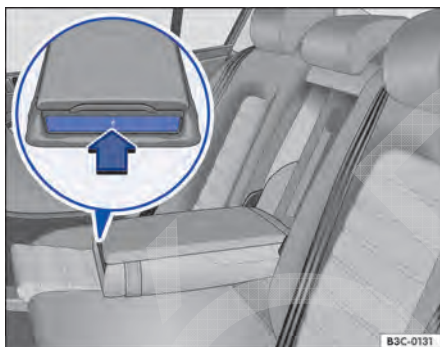

Fig. 149 No descansa-braço central traseiro: dobrar o porta-bebidas.
- Pressionar a parte dianteira do console central ⇒ Fig. 149 no sentido da seta. O porta-copos se estende.